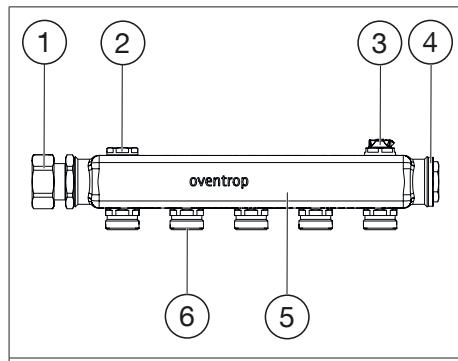
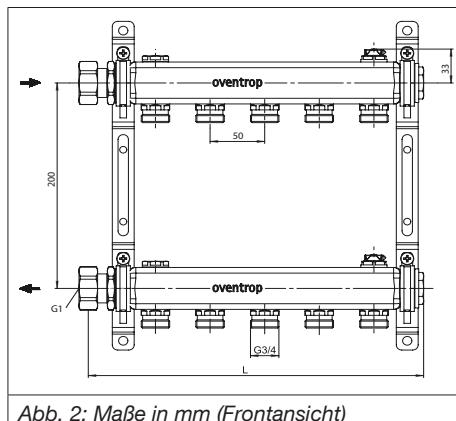

Abb. 1: Aufbau
Abb. 2: Maße in mm (Frontansicht)
- Verwenden Sie die Entlüftungsstopfen (siehe Abb. 1 auf Seite 7 und Abb. 2 auf Seite 7 (2)) zum Entlüften der Anlage. Sie können die Anlage auch im laufenden Heizbetrieb entlüften.